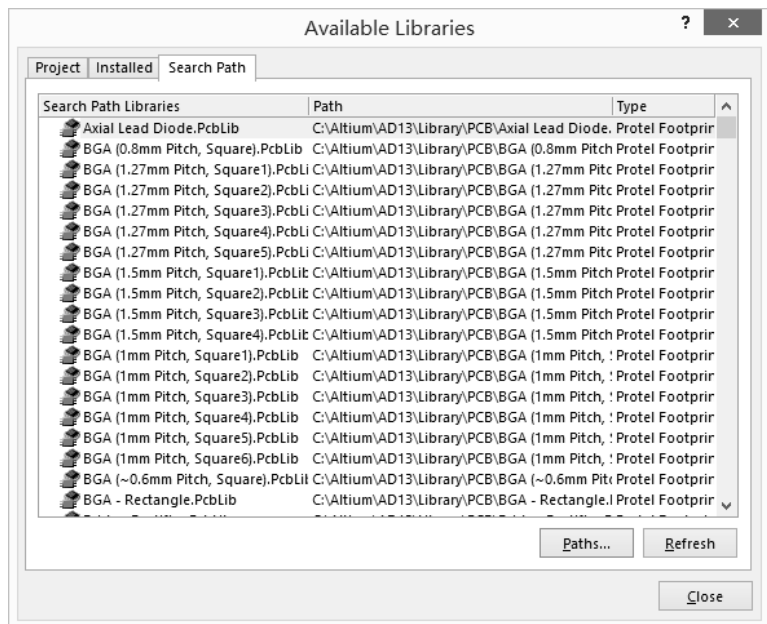

图 3.4.34 设置好的 PCB 库
(3) 选好元器件所在库后单击“确定”按钮,返回到“Edit Search Path(编辑查找路径)”对话框,单击两次“OK”按钮,退回到“Available Libraries(可用元器件库)”对话框,所有的 PCB 库文件都出现在了窗口中,即 PCB 目录下的元器件库都为当前库,如图 3.4.34 所示。